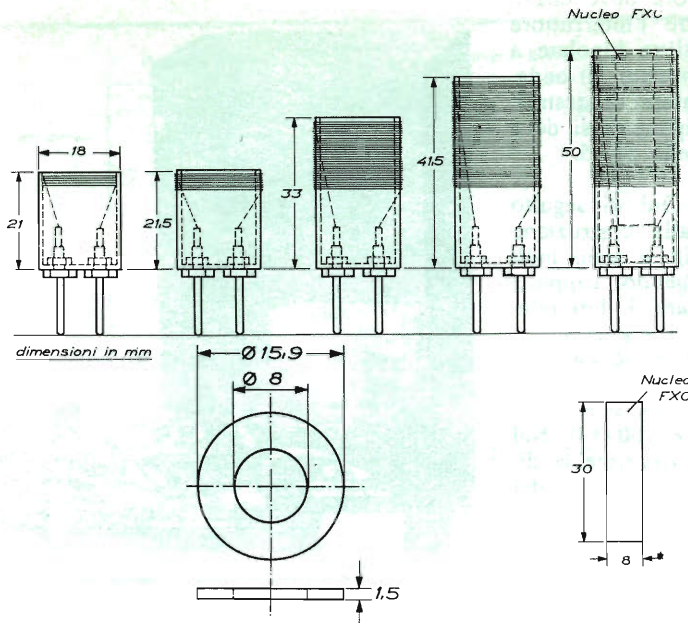

Fig. 6 - Dati costruttivi per la realizzazione delle bobine.
**Costruzione delle bobine** - Qui di seguito riportiamo i dati relativi alla costruzione delle bobine, di cui nella *fig. 6* sono indicate le dimensioni. Impiegando supporti aventi le dimensioni accennate, i dati relativi agli avvolgimenti sono i seguenti:
bobina 1: 230 spire di filo di rame smaltato  $\varnothing$  0,1 mm e nucleo in ferrite tipo 4 B, lunghezza 30 mm, diametro 8 mm, che si ottiene tagliando un nucleo C 8/100/4 B. Nel particolare della *fig. 6* sono riportate le dimensioni del nucleo della bobina 1 e del suo supporto;